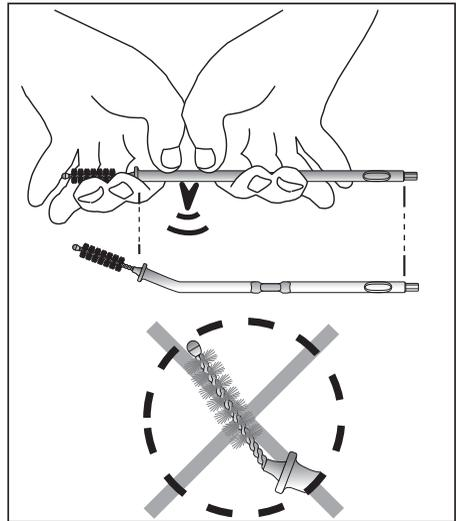

Fig. 2
- Do not bend the brush head wire this can damage the product and cause injury, it is only allowed to bend the blue shaft (fig. 2).
- Verbiegen Sie den Bürstenkopfdraht nicht, da dies das Produkt beschädigen und zu Verletzungen führen kann. Es ist nur erlaubt, den blauen Schaft zu verbiegen (Abb. 2).